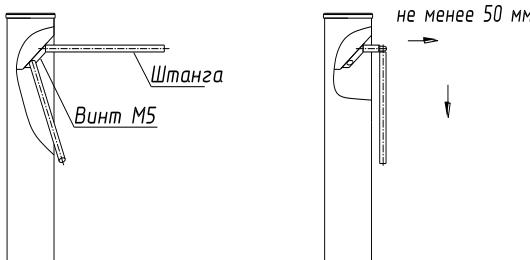

Рис.1 Работа штанги "антипаника"
6.4 Установите штанги. Для этого снимите крышку поворотного механизма, открутив винт M5 (рис.1). Штанги «антипаника» установите фаской резьбового отверстия к центру поворотного механизма турникета. Закрепите штанги болтами M10, входящими в комплект штанг. Для перевода штанги «антипаника» в положение «проход открыт» оттяните штангу в направлении А (от турникета) на 50-80мм и поверните ее вниз (рис.1). Время открытия штанги «антипаника» составляет 1-3с. Закройте место крепления штанг крышкой.